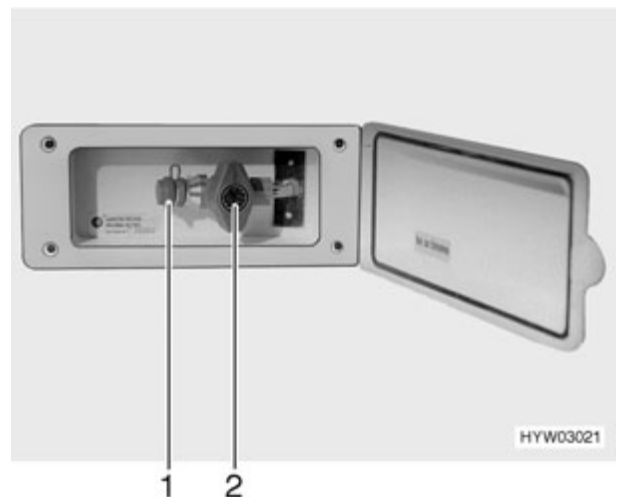

Fig. 74 Toma exterior de gas, llave de paso cerrada
- ▶ Si la toma exterior de gas no se utiliza, cerrar siempre la llave de paso (Fig. 74,2).
- ▶ Prestar atención a que después de conectar el gas y abrir la llave de paso no se escape gas en el punto de conexión (Fig. 74,1). Si la toma exterior de gas no es estanca, el gas escapa al exterior. Cerrar inmediatamente la llave de paso y la llave de paso principal de la bombona de gas. Hacer revisar la toma exterior de gas por un taller especializado autorizado.
La toma exterior de gas (Fig. 74) se encuentra en la parte delantera derecha.